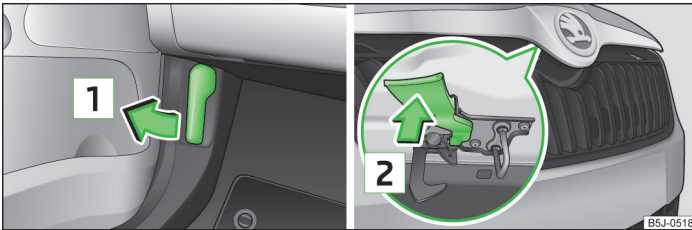

Abb. 123 Entriegelungshebel für Motorraumklappe / Kühlergrill: Entriegelungshebel
➤ Am Entriegelungshebel unterhalb der Schalttafel **1** ziehen » Abb. 123.
- Den Entriegelungshebel in Pfeilrichtung **2** drücken » Abb. 123, die Motorraumklappe wird entriegelt.